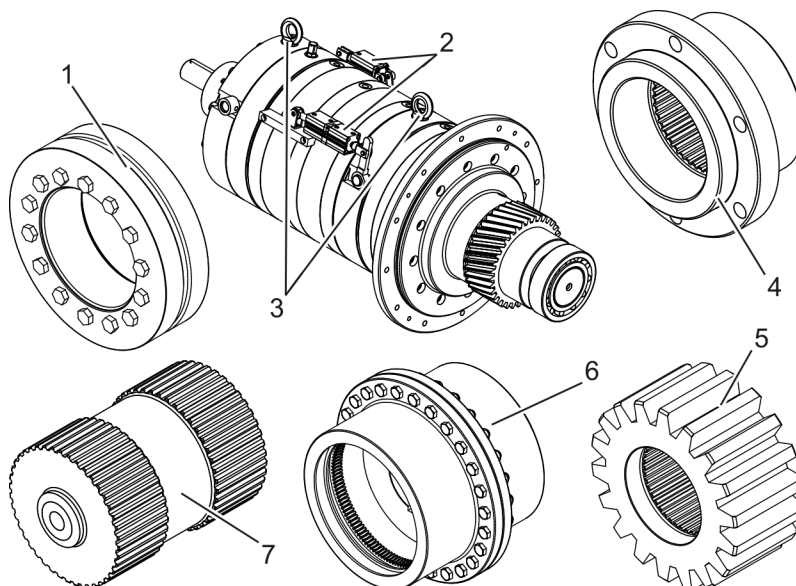

Fig. 21: Accessori
Nei cambi manuali della serie S potrebbero essere installati cilindri pneumatici (vedere ad esempio Fig. 21/2). In determinati ingranaggi potrebbero inoltre essere presenti anche attacchi diretti per l'aria compressa. Ricavare la posizione e il tipo degli attacchi dal disegno quotato o da una eventuale documentazione separata dei cilindri pneumatici.
- Anelli calettatori (Fig. 21/1)
- Cilindri pneumatici (Fig. 21/2) per il cambio
- Golfari di sollevamento per il trasporto (Fig. 21/3)
- Flange (Fig. 21/4)
- Pignoni (Fig. 21/5)
- Innessi a griffe (Fig. 21/6)
- Alberi di innesto (Fig. 21/7)